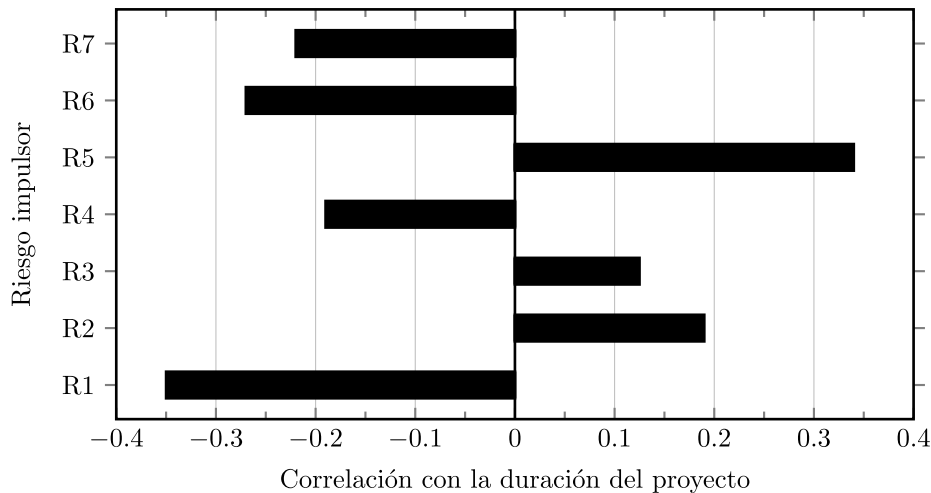

Figura 7.9: Gráfico de tornado
- **Análisis de sensibilidad:** Ayuda a determinar qué riesgos individuales del proyecto u otras fuentes de incertidumbre tienen el impacto con mayor potencial sobre los resultados del proyecto. Correlaciona las variaciones en los resultados del proyecto con las variaciones en los elementos del modelo de análisis cuantitativo de riesgos. Generalmente, se representan mediante gráficos de tornado (ver Figura 7.9).